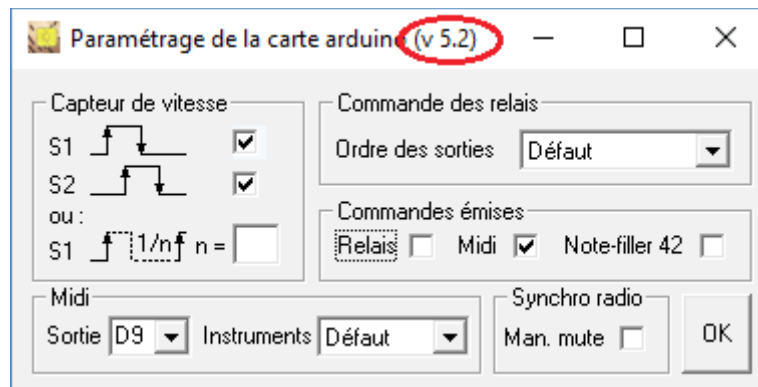

Figure 21 : La fenêtre de paramétrage
- La version du soft de l'arduino est affichée dans le bandeau (fig. 21). Si elle est différente de celle de ProCaP, un message d'avertissement est affiché.